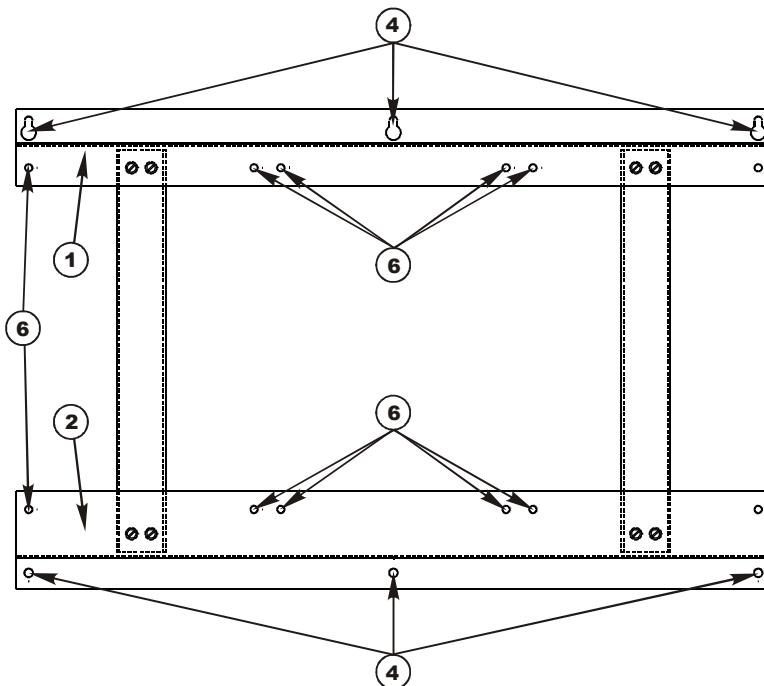

Рисунок 1 – Рама для установки стабилизаторов СКм-3000-1
4.2 Используя составные части МК7 КСДП.687445.002, собрать раму (рисунок 1) в следующей последовательности: